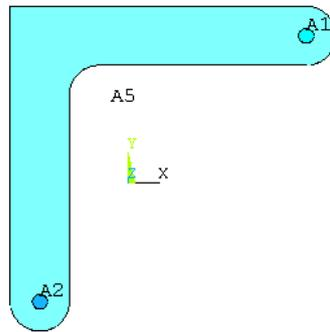

图9.15 生成内接圆
(14) 单击 Main Menu>Preprocessor>Modeling>Operate>Booleans>Add>Areas 菜单，在弹出的对话框中，单击 **Pick All** 按钮，所有的面将通过布尔加运算变为一个面。
(15) 单击 Main Menu>Preprocessor>Modeling>Create>Areas>Circle>Annulus 菜单，在模型中生成两个半径为 0.00625 的小圆，圆心与 (13) 步中生成的半圆重合，如图 9.15 所示。